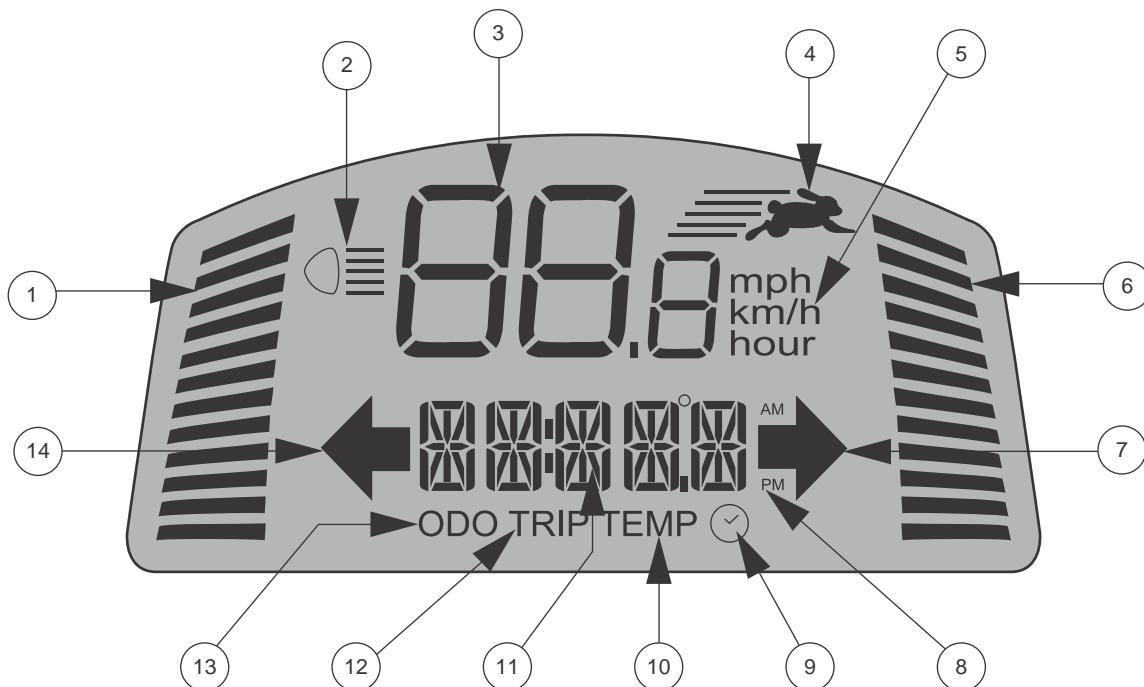

Figura 2. Pantalla LCD
- Presione el botón **Alta-baja** una vez para configurar el ajuste de velocidad a alta. El indicador Alta-baja aparecerá en la pantalla LCD. **Ver la figura 2.** El uso de esta configuración junto con los botones de ajuste de la velocidad permitirá que el vehículo PMR llegue hasta la velocidad máxima preprogramada para el vehículo PMR.
Estos botones de ajuste le permiten preseleccionar y limitar la velocidad de su vehículo PMR. Esto se señala a través del indicador de velocidad máxima en la pantalla LCD. **Ver la figura 2.**
NOTA: Cuantas más barras aparezcan en el indicador de velocidad máxima, más rápida será su velocidad máxima preseleccionada. **Ver la figura 2.**
El panel de control LCD ofrece información de retroalimentación a través de la intuitiva pantalla LCD. **Ver la figura 2.** La pantalla LCD también se usa durante la instalación (activación) de las distintas configuraciones del panel de control. **See el cuadro 1.**